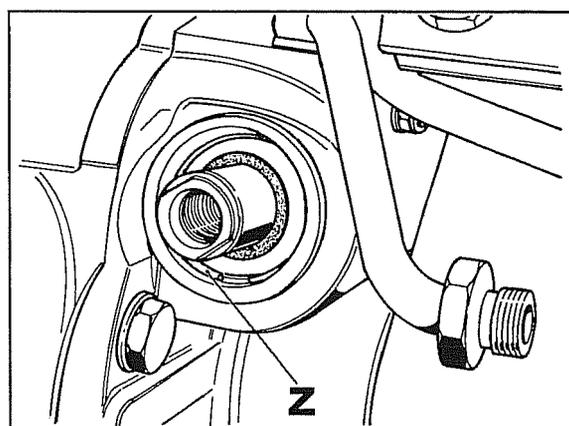

Fig. 71
4. Taper à l'aide de l'outil spécial et faire reculer le couvercle **E** à l'intérieur du cylindre jusqu'à découvrir l'anneau élastique **Z** fig. 71, puis sortir l'anneau.